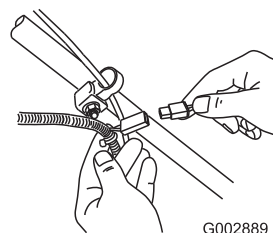

Figure 40
1. Branchez le chargeur au faisceau de câblage de la machine situé sous le bouton de démarrage électrique (Figure 40).